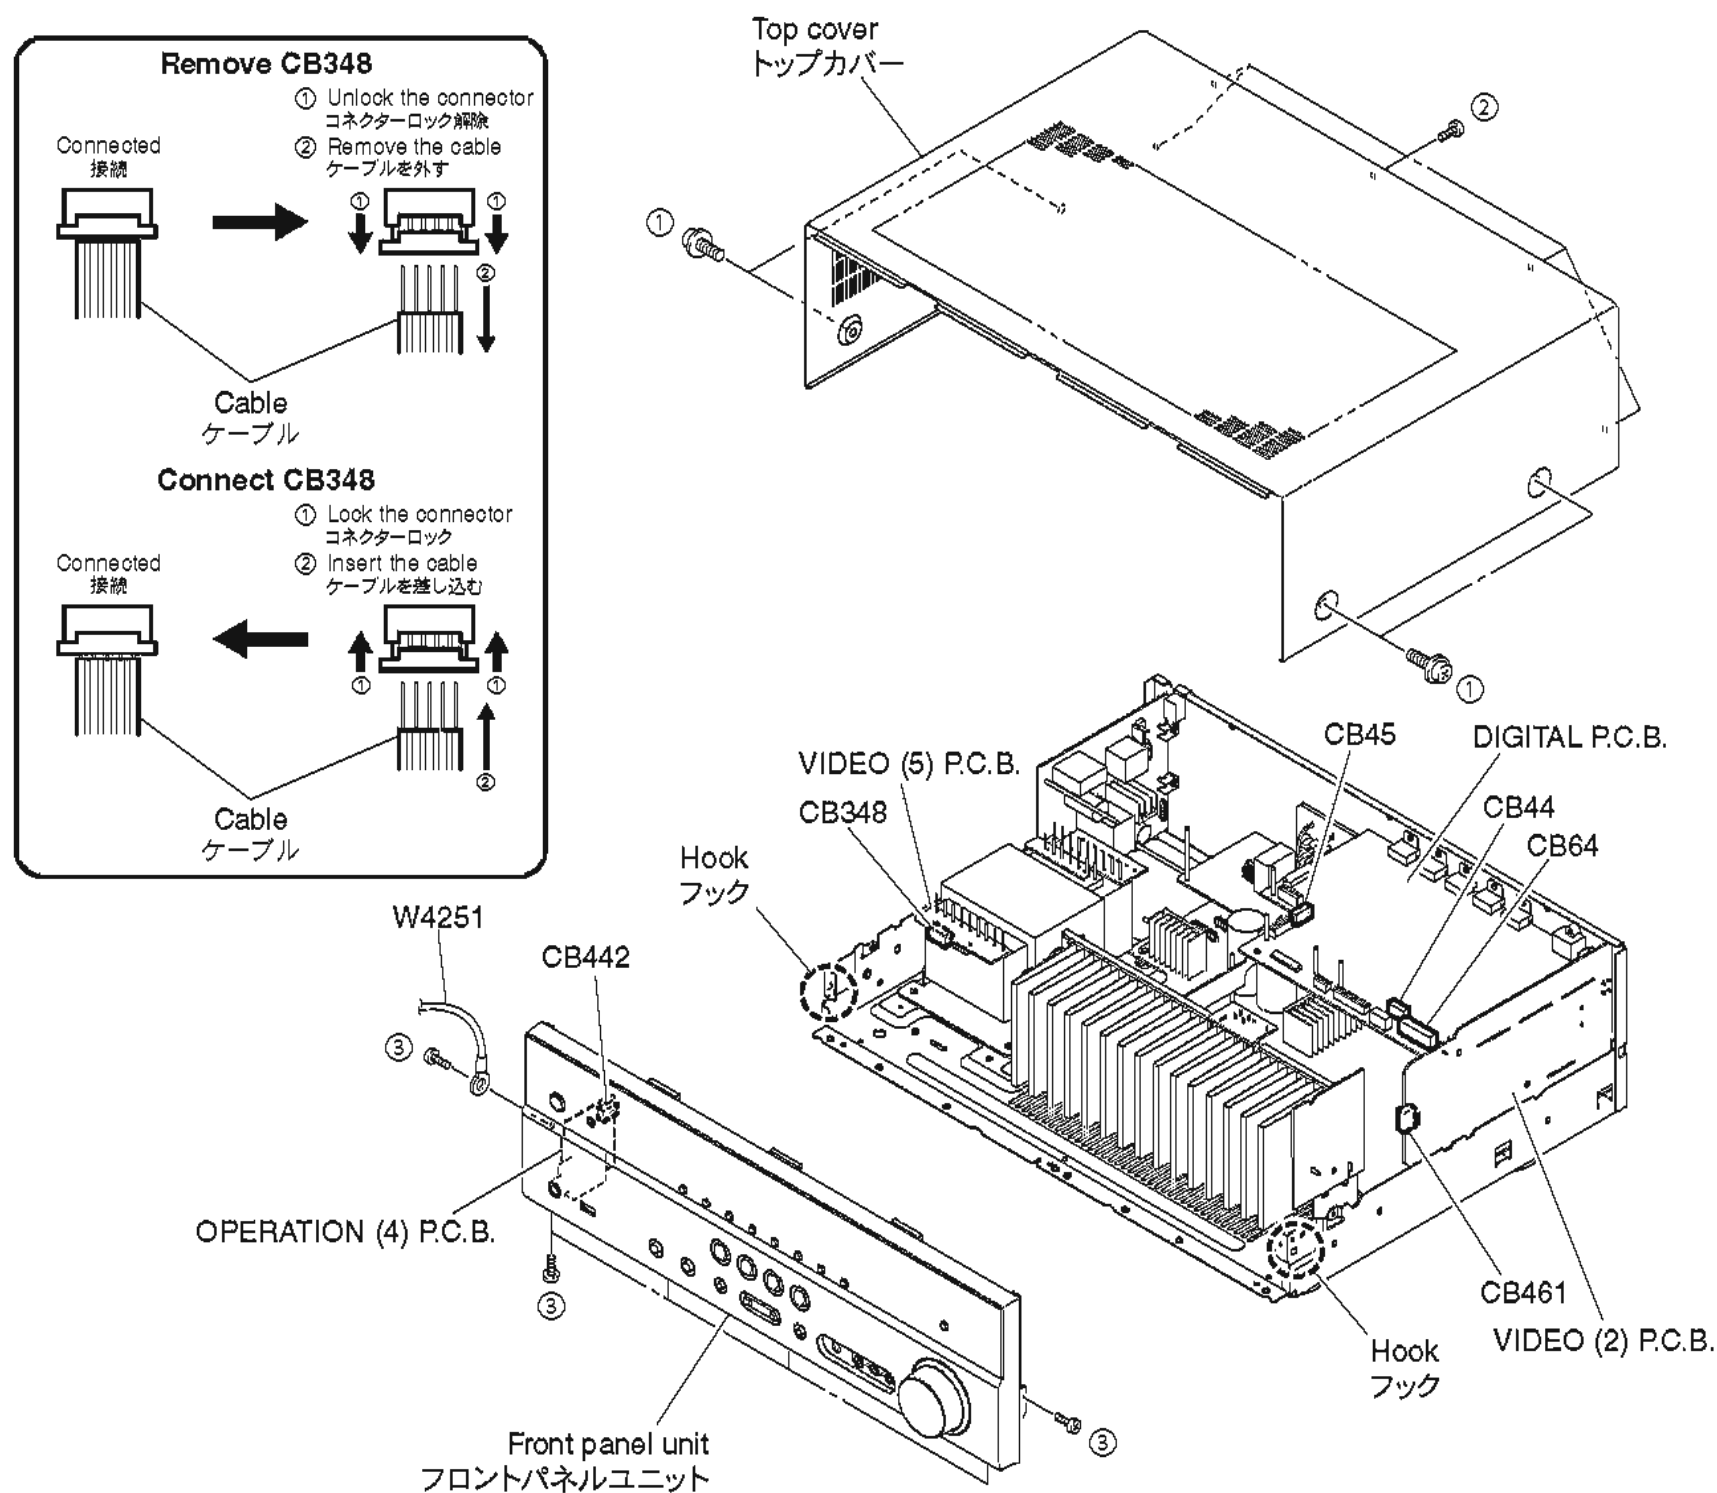

Fig. 1
- Remove 4 screws (①) and 5 screws (②). (Fig. 1)
- Lift the rear of the top cover to remove it. (Fig. 1)
- ① のネジ 4 本、② のネジ 5 本を外します。 (Fig. 1)
- トップカバーの後部を持ち上げ、外します。 (Fig. 1)
- Remove 7 screws (③), and remove W4251. (Fig. 1)
- Remove CB44, CB45, CB64, CB442 and CB461. (Fig. 1)
- Unlock and remove CB348. (Fig. 1)
- Release 2 hooks on both ends and remove the front panel unit. (Fig. 1)
- ③ のネジ 7 本を外し、W4251 を外します。 (Fig. 1)
- CB44、CB45、CB64、CB442、CB461 を外します。 (Fig. 1)
- ロックを外し、CB348 を外します。 (Fig. 1)
- フック 2 箇所を外し、フロントパネルユニットを外します。 (Fig. 1)